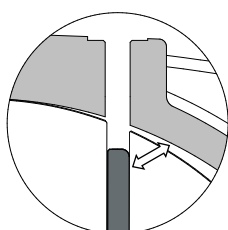

Abb. 6.5
- Olablассsschraube abschrauben und Öltank ausleeren (pos. 1).
- Tankschraube abschrauben (pos. 2) und Dichtung auswechseln (pos. 3); Anschlüsse, die Schmierungsleitung zur selbsteinstellenden Ölpumpe (pos. 4) und Öler verbinden, abschrauben.
- Ölpumpe abnehmen (pos. 5).
- Schrauben des Öltanks abschrauben (pos. 7) und – wenn notwendig – zwei Schrauben als Abzieher in geschnittenen Öffnungen verwenden zum rücksichtsvoll entfernen. Bei Abziehen Rotor versichern, um Rotorfall im Pumpen Gehäuse zu vermeiden. O-Ring ersetzen (pos. 8).
- Flansch der Schmierungspumpe (pos. 9), Ausgleichring (pos. 10) und Lager (pos. 11) demontieren, um Tankaufbau zu erleichtern (pos. 7).
- Schieber müssen so eingesetzt werden, dass Kontakt mit Gehäusen an gerundeter Kante stattfindet (Bezug nehmen auf Abb. 6.5).
- Anschlüsse, die Schmierungsleitung zur selbsteinstellenden Ölpumpe (pos. 9) und Öler verbinden, abschrauben.
- Ölpumpe abnehmen (pos. 7).
- Schrauben des Öltanks abschrauben (pos. 1) und – wenn notwendig – zwei Schrauben als Abzieher in geschnittenen Öffnungen verwenden zum rücksichtsvoll entfernen. Bei Abziehen Rotor versichern, um Rotorfall im Pumpen Gehäuse zu vermeiden. O-Ring ersetzen (pos. 5).
- Flansch der Schmierungspumpe (pos. 2), Ausgleichring (pos. 8) und Lager (pos. 6) demontieren, um Tankaufbau zu erleichtern (pos. 1).
- Schieber müssen so eingesetzt werden, dass Kontakt mit Gehäusen an gerundeter Kante stattfindet (Abb. 6.5).